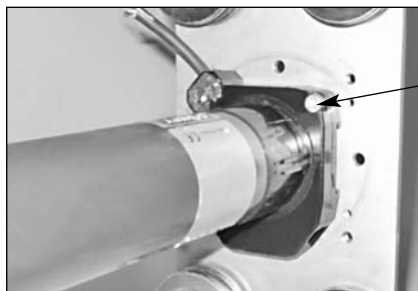

Рис.2.1. Установка адаптера и кольца конечного положения.
- 2.1. Установить на электродвигатель кольцо конечного положения и адаптер. Зафиксировать адаптер (рис.2.1).